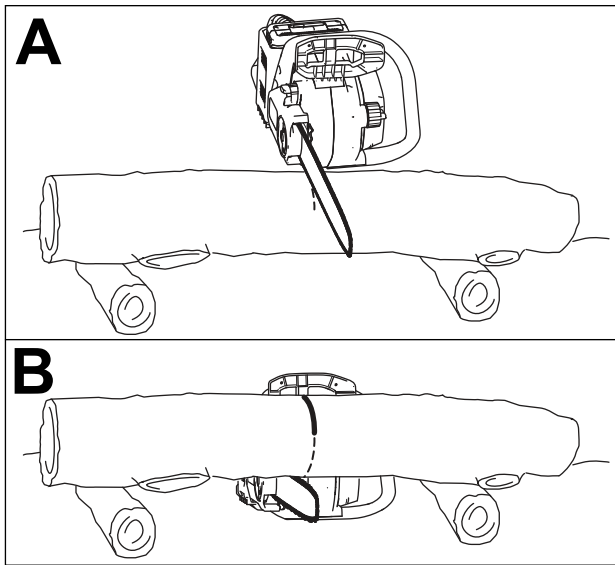

Figura 20
- Para cortar ramas de un árbol caído o trozar el tronco del árbol, separe el tronco del suelo (de preferencia sobre un caballete); consulte Figura 20.